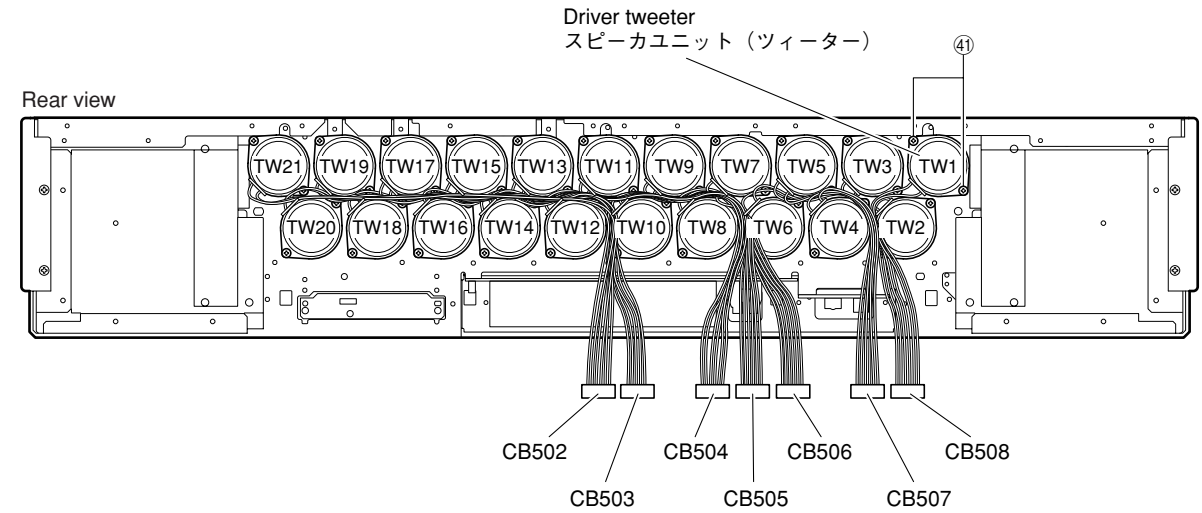

Fig. 12
- f. Remove 2 screws/piece (41). (Fig. 12)
- g. Remove driver tweeter. (Fig. 12)
- \* Make sure that all the removed driver tweeter parts are reinstalled at specified positions. (Fig. 12)
- f. 41のネジ2本/個を外します。(Fig. 12)
- g. スピーカユニット(ツイーター)を取り外します。(Fig. 12)
- \* 取り外したスピーカユニット(ツイーター)は、すべて決められた位置に取り付けてください。(Fig. 12)
**Caution:** Make sure that all the removed driver (tweeter) parts are reinstalled at specified positions. (Fig. 12)
**注意:** 取り外したスピーカユニット(ツイーター)はすべて決められた位置に取り付けてください。(Fig. 12)
**13. Removal of POWER (2), (3) and (4) P.C.B.s**